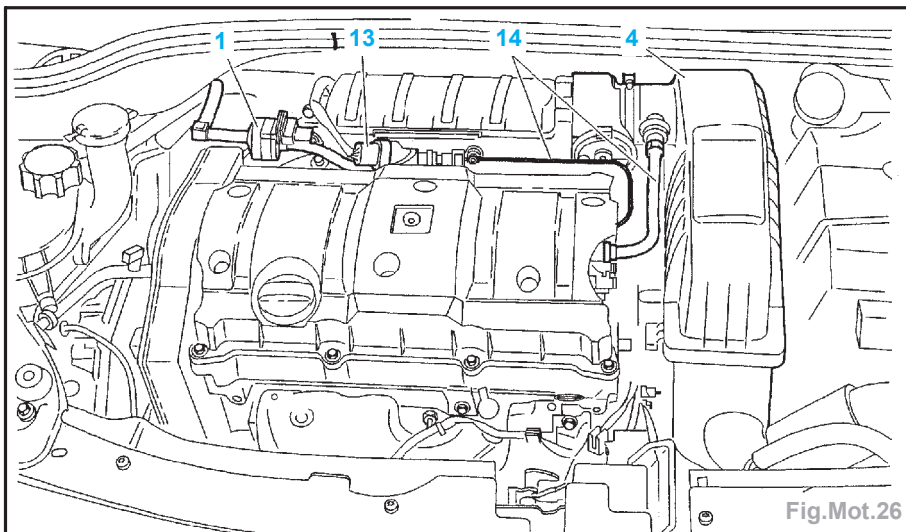

Fig.Mot.26
- Désaccoupler (Fig.Mot.26) :
- les tuyaux de réaspiration d'huile (14),
- la sonde de température d'air collecteur (13),